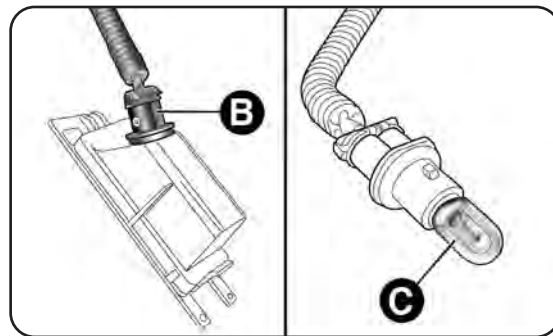

fig. 140
- ruota in senso orario il portalamпада B-fig. 140, estrai la lampada C e sostituiscila.